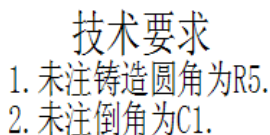

图 8.13.84 设定文本格式
Step5. 设定文本格式。确认  按钮处于弹起状态，选中“技术要求”字样，然后在字体大小文本框中输入 5，文本对齐方式设为  **中心**，然后选中其余字体设置大小为 4，结果如图 8.13.84 所示。